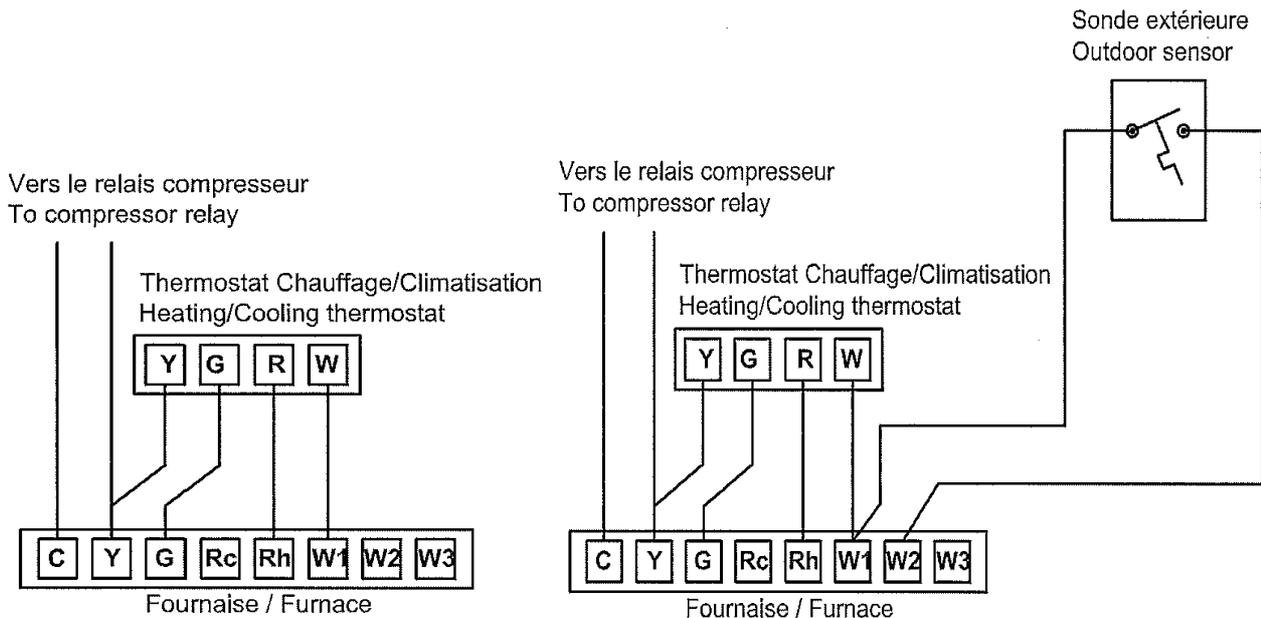

Fig. 7E
- Fig. 7E : Chauffage et climatisation avec un thermostat chauffage-climatisation conventionnel;